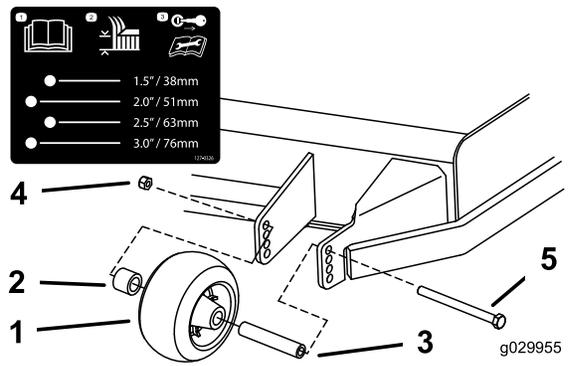
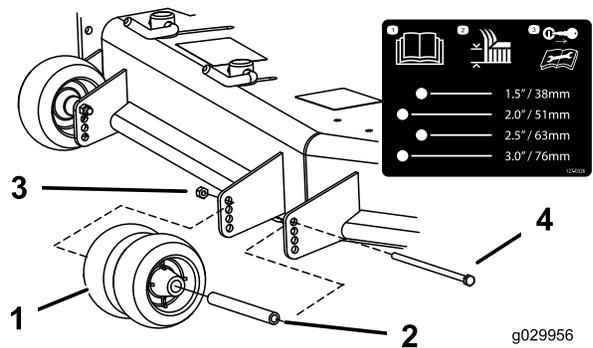

Figura 26
Figura 27
3. Ajuste los rodillos protectores del césped según se muestra en Figura 26 y Figura 27.